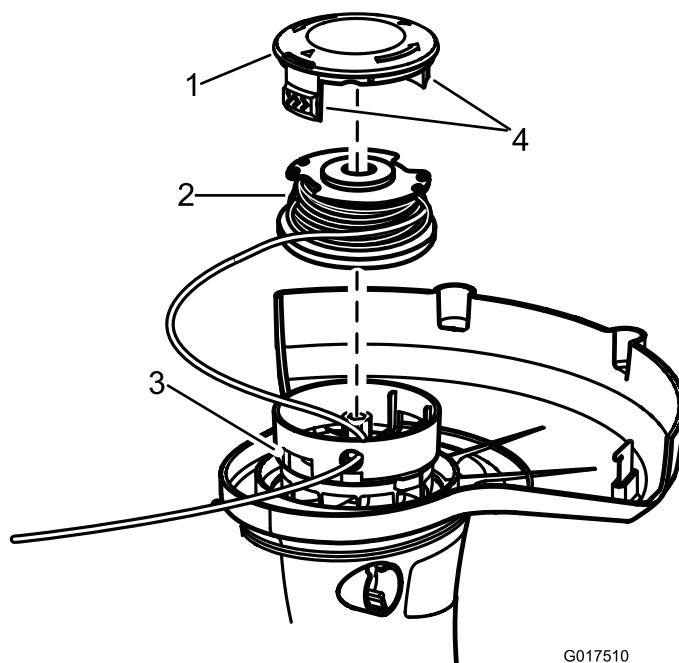

Figure 13
2. Appuyez sur les languettes de chaque côté du chapeau de fixation de la bobine (Figure 13).
- Retirez la bobine. Voir Remplacement de la bobine (Figure 13).